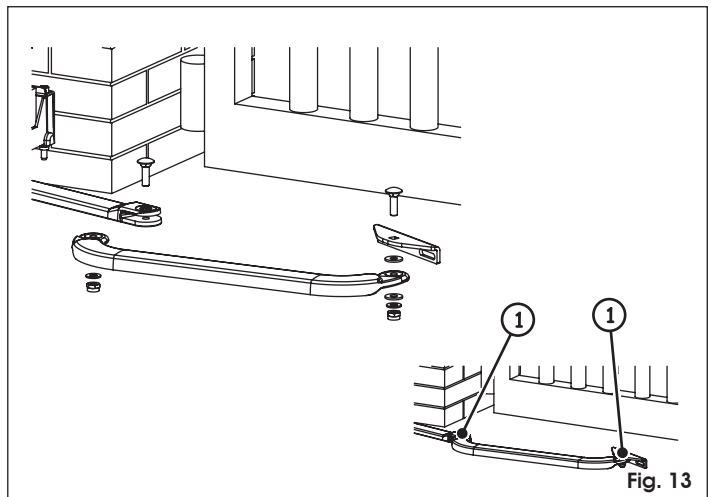

Fig. 13
7. Ensamble el resto del brazo como se muestra en la Fig. 13.
-  Para un correcto funcionamiento hay que apretar los dos tornillos de fijación (Fig. 13 ref. ①) y, a continuación, aflojarlos una 1/2 vuelta para permitir que los brazos giren sin rozamientos.